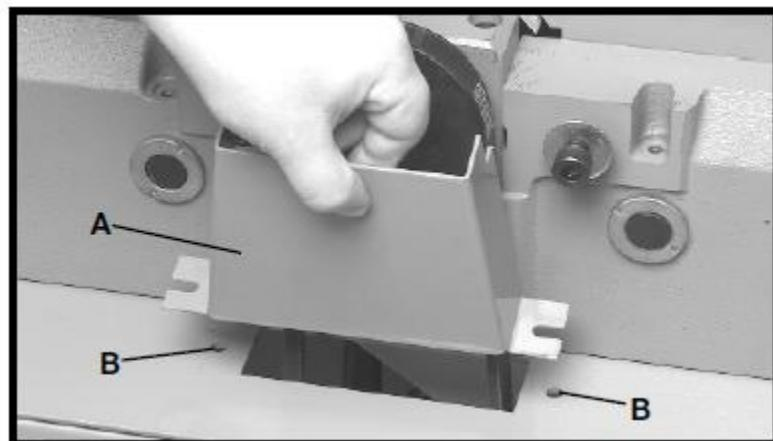

Рис. 7
1. Совместить два отверстия в ограждении (A) шкива и ремня режущего вала, рис. 7, с двумя отверстиями (B) в верхней части станины.
2. Надеть плоскую шайбу $\frac{1}{4}$ " на болт $\frac{1}{4}\text{-}20\times\frac{5}{8}$ " и вставить болт в отверстие ограждения (A) шкива и ремня режущего вала и отверстие (B) в верхней части станины. Навернуть шестигранную гайку $\frac{1}{4}\text{-}20$ на болт и надёжно её затянуть. Повторить данную операцию в другом отверстии ограждения шкива и ремня режущего вала.